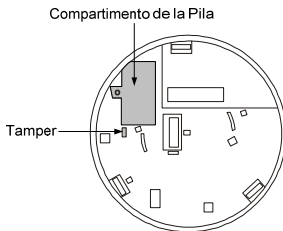

Figura 8: Compartimiento de pilas / Tamper
- ◆ Abra la tapa del compartimiento de las pilas (ver Figura 8).